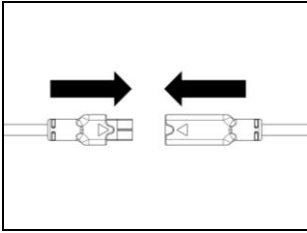

Fig. 38
- Brancher le microphone au connecteur sortant de l'e-Box (Fig. 38).